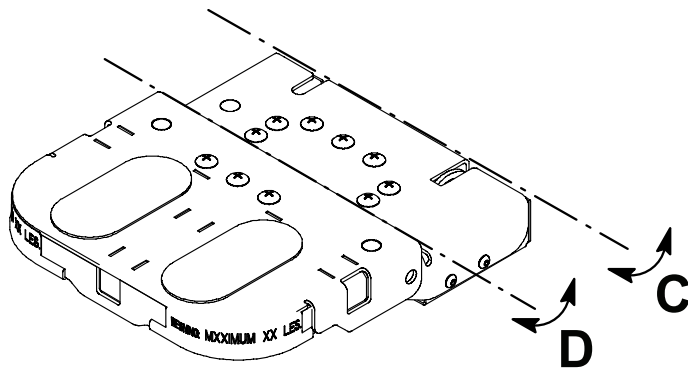
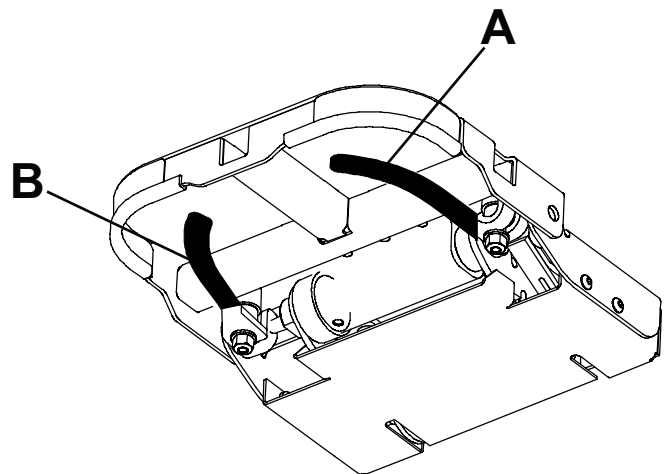

Figura 4 – Rotação da peça de cabeça
Figura 5 – Localização das pegas
- A pega (A) (Figura 5) liberta um fecho e roda a peça de cabeça sobre o eixo (C) (Figura 4).
- A pega (B) (Figura 5) liberta o outro fecho e roda a peça de cabeça sobre o eixo (D) (Figura 4).